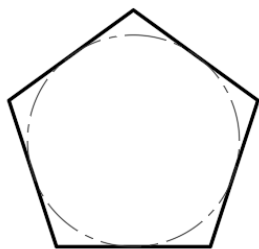

图 5-10 原始图形
- 1** 打开“利用夹点拉伸对象练习.dwg”文件，原始图形如图 5-10 所示。